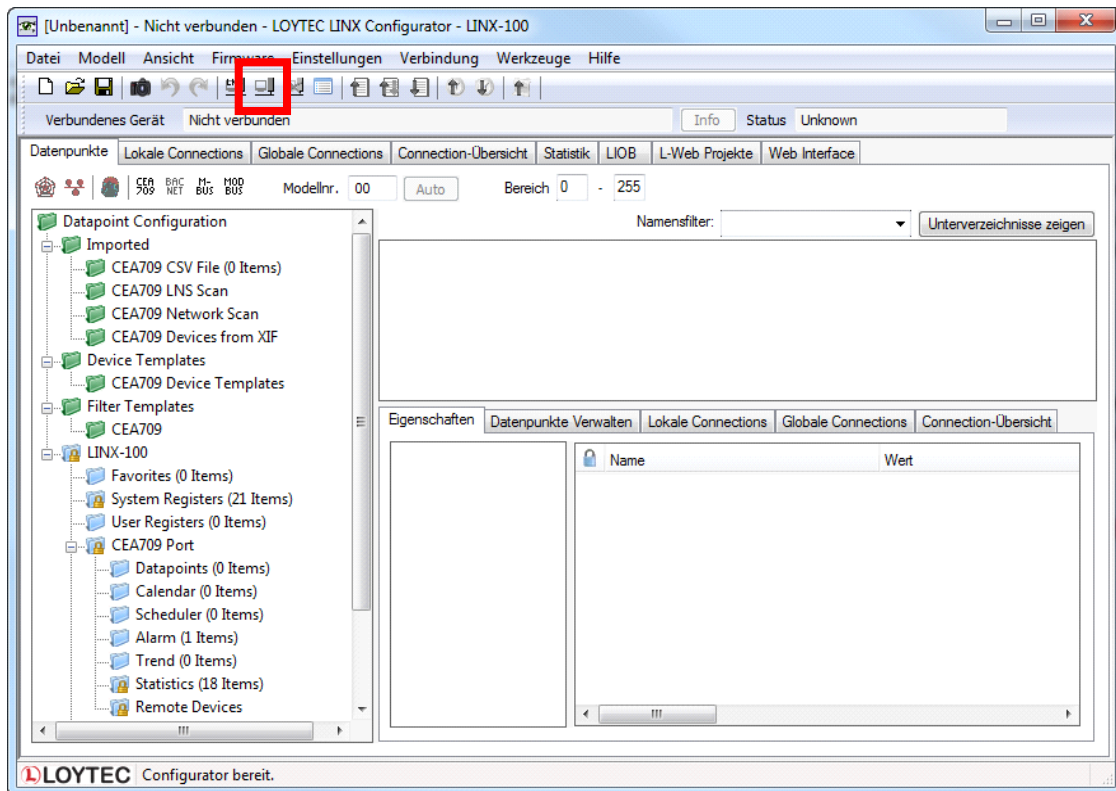

Abbildung 1: Hauptfenster der LINX Configurator Software.
1. Starten Sie die LINX Configurator Software über das Windows Startmenü **Start** → **Programms** → **LOYTEC LINX Configurator** → **LOYTEC LINX Configurator**. Die Anwendung startet und zeigt das Tab mit dem Datenpunktmanager wie in Abbildung 1 gezeigt.
2. Wenn das Gerät bereits angeschlossen ist, verbinden Sie sich durch Drücken des Schnellstartknopfes **Mit Gerät verbinden** (siehe rote Markierung in Abbildung 1).